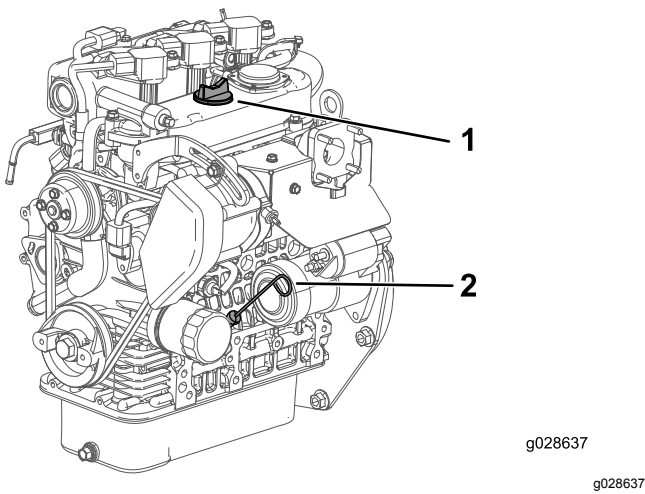

图35
4. 取出量油尺用干净的抹布擦拭 图35。
5. 将量油尺插入量油尺管道中并确保它完全插入 图35。
6. 取出量油尺并检查油位 图35。
7. 如果油位较低请取下加油颈盖 图35 然后添加足够机油将油位提高到量油尺上的“已满”标记。
8. 将量油尺固定到位 图35。